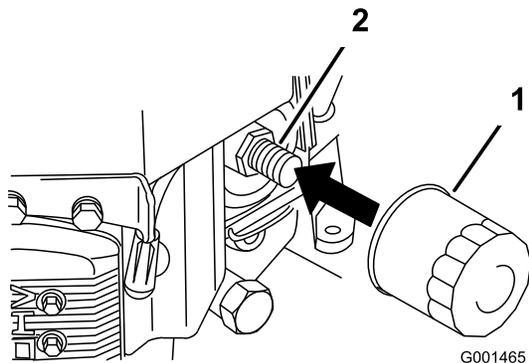

Figura 24
2. Togliete il filtro usato (Figura 24).
3. Spalmate un velo di olio nuovo sulla guarnizione di gomma del filtro di ricambio (Figura 24).
4. Montate il nuovo filtro dell'olio nell'adattatore, giratelo in senso orario finché la guarnizione di gomma non sfiora l'adattatore, quindi serrate il filtro di altri 3/4 di giro (Figura 24).